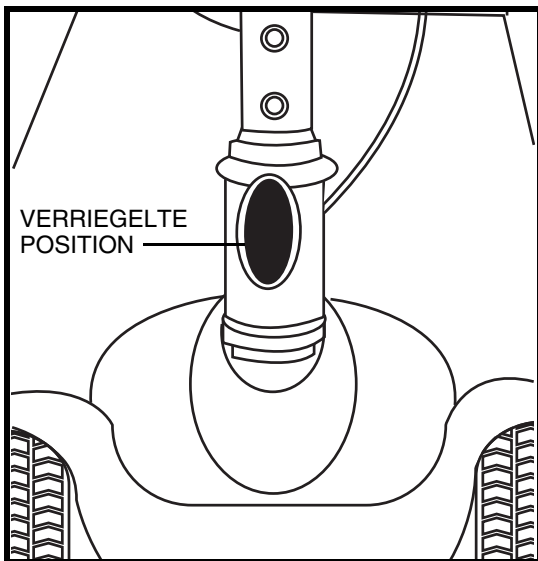

Abb. 22. Lenkersicherungshebel (Verriegelt)
1. Justieren Sie den Lenker in eine gerade Position, indem Sie den Lenkersicherungshebel eindrücken und gleichzeitig 90° im Uhrzeigersinn drehen. **Siehe Abb. 22.** Das Vorderrad muß nach vorne gerichtet sein, um den Lenker festzustellen.